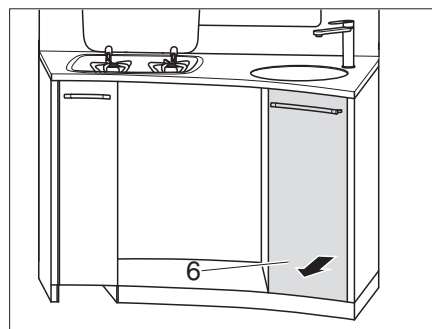

Fig. 127 Retirer le tiroir de cuisine haut
- Retirer le tiroir de cuisine haut (Fig. 127,6).